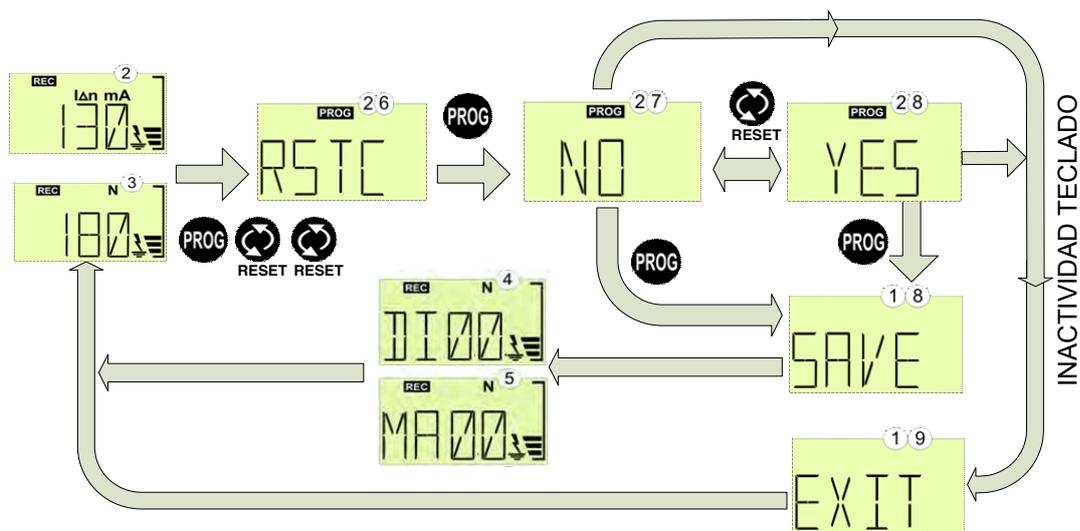

Fig. 5-2. - Ripristino dei contatori parziali di richiusure
Lo schermata SRM è accessibile tramite schermata ② o ③ premendo due volte i tasti PROG + RESET. Dalla schermata RSTC, ②⑥, Fig. 5-2 è possibile azzerare i contatori parziali di richiusure. Accedere al menu con il tasto PROG e per impostazione predefinita viene visualizzata l'opzione NO, cioè "non ripristinare". È possibile modificare questa scelta con il tasto RESET tra le opzioni YES (SI') e NO (schermi ②⑦ e ②⑧) e confermare con il tasto PROG.